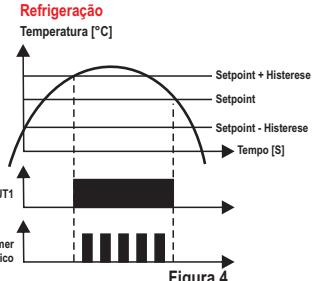

Figura 4
- **Saída do timer cíclico ciclado sempre que a saída do 1º estágio estiver ligada (F22=5):** o 3º estágio só irá ciclar quando a saída do 1º estágio estiver ligada, obedecendo os tempos configurados na F20 (**[L0n]**) e F21 (**[L0FF]**), como mostra a Figura 4.